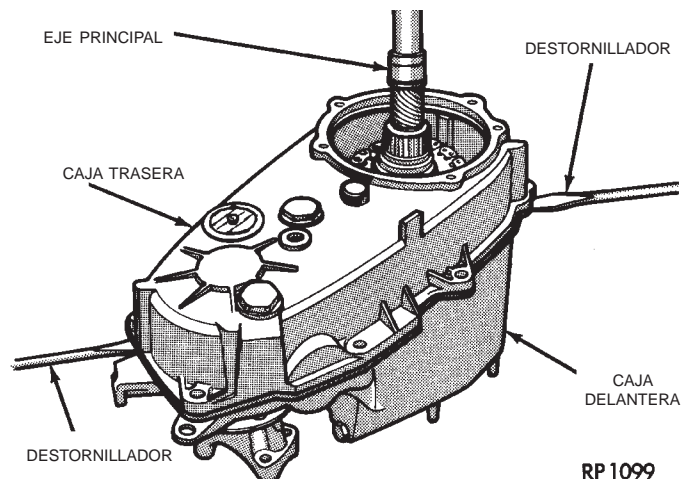

Fig. 18 Aflojado/desmontaje de la caja trasera
(13) Retire la caja trasera de la caja delantera (Fig. 18). Inserte unos destornilladores dentro de las muescas de fundición situadas en cada extremo de la